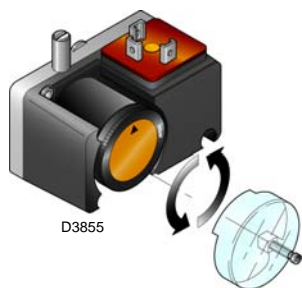

Fig. 21
- Regular o pressóstato gás de mínima (Fig. 21) na parte inicial da escala.